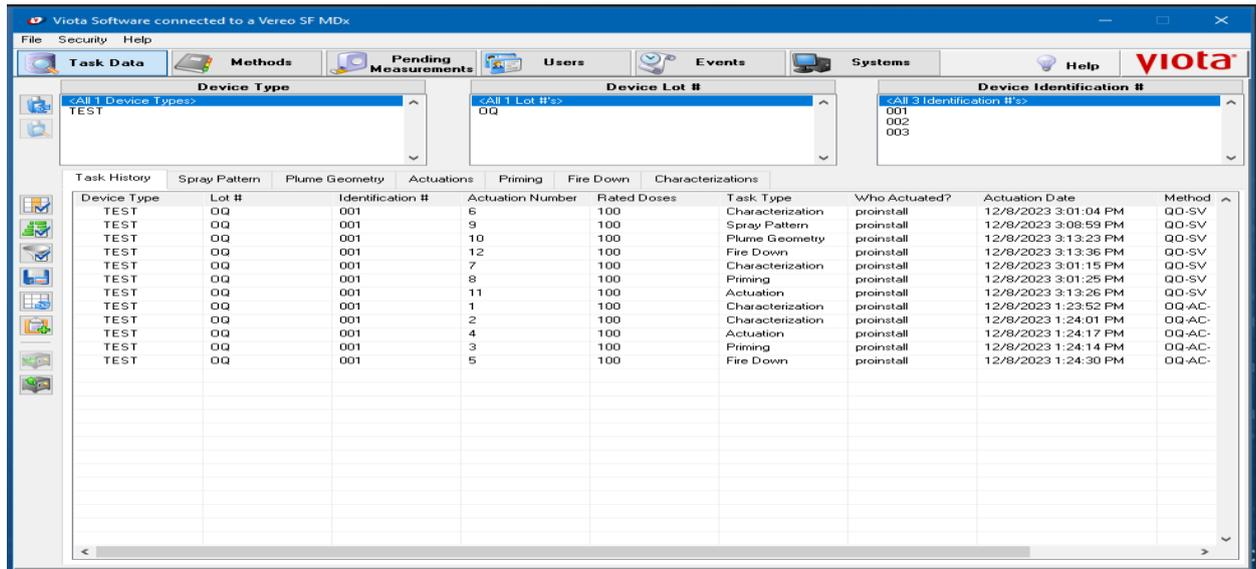

Figura 7. Interface software Viota.
- f) Observe que a interface do software VIOTA consiste principalmente em uma barra de menu, um conjunto de botões de página na parte superior da tela, um grupo de ferramentas comuns e ferramentas específicas de página no lado esquerdo da interface de usuário do aplicativo, conforme Figura 7.